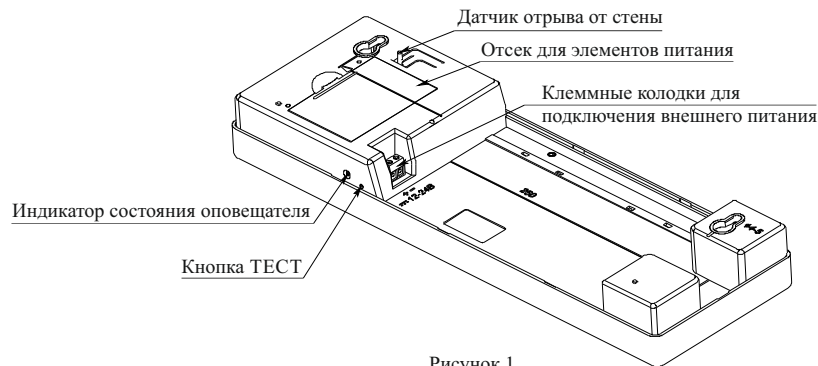

Рисунок 1
5.6 Для информации о состоянии оповещателя предусмотрен оптический индикатор (рисунок 1). Режимы индикации приведены в таблице 2.